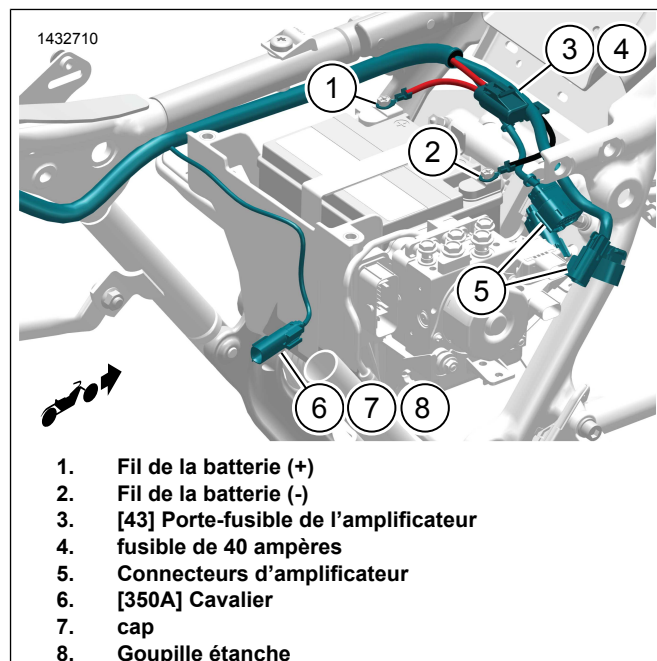

Figure 11. Routage du faisceau de fil externe (typique)
3. Voir la Figure 11. Faites passer la branche du faisceau [350A] (6) dans le boîtier de la batterie.
5. Voir la Figure 11. Acheminer les articles 1-5 devant la batterie et vers le couvercle du côté droit.
6. Branchez le câble négatif de la batterie (2).
7. Branchez le câble positif de la batterie (1).
8. Sécurisez le porte-fusible d'amplificateur (3) avec le sangle de câble.
Voir la Figure 11. Faites passer la branche du faisceau [350A] (6) dans le boîtier de la batterie.
Voir la Figure 11. Acheminer les articles (1-5) devant la batterie et vers la zone de couvercle du côté droit.